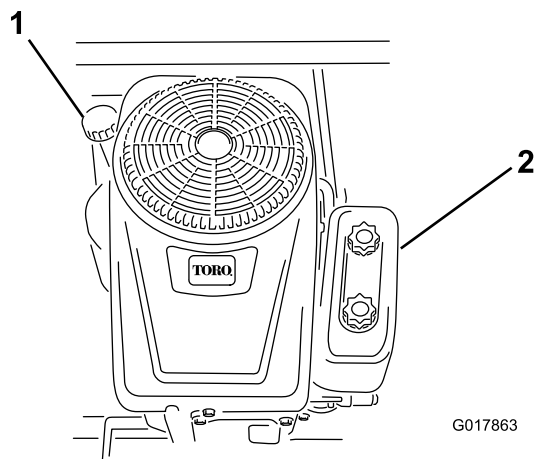

Figura 30
4. Limpie alrededor de la varilla de nivel de aceite (Figura 30) para impedir que caiga suciedad por el orificio de llenado y cause daños en el motor.
6. Vierta lentamente aproximadamente el 80% de la cantidad especificada de aceite por el orificio de llenado (Figura 30). Compruebe el nivel de aceite; consulte el procedimiento Verificación del nivel de aceite.